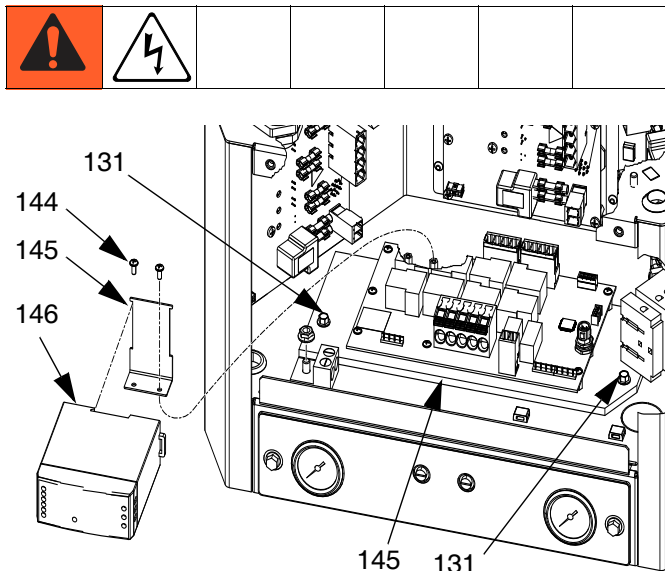

図 49: AWB と電源
3. 電気エンクロージャ (1) に AWB (143) を固定している2つのネジ (131) を取り外し、次に注意してAWBを外して下さい。
4. 電源の側面の留め具タブを外して、電源 (146) を電源ブラケット (145) から外します。図 49 のように設置します。
5. 電源ブラケット (145) を AWB (143) に固定している2本のネジ (144) を取り外し、電源ブラケットを取り外します。図 49 のように設置します。
1. 2本のネジ (144) を使用して電源ブラケット (145) を新しいAWB (143) に固定します。図 49 のように設置します。
2. 電源 (146) を電源ブラケット (145) に載せます。図 49 のように設置します。
3. 電源ハーネス (147) のコネクタ (AWB-J1 のラベル) を、AWB (143) の J1 に接続します。電気回路図、88ページを参照してください。
4. AWB (143) を電気エンクロージャ (1) へ設置する際は、四本のネジ (131) を使用して下さい。図 49 のように設置します。
5. ケーブルをAWB (143) に再接続します。
2. 電気エンクロージャのフロントアクセスドア (10) を取り外します。
3. 電源の側面の留め具タブを外して、電源 (146) を電源ブラケット (145) から外します。図 49 のように設置します。
4. 次の表を参照して、電源 (146) および電源ハーネス (147) 間のネジ端子接続を外します。図 49 のように設置します。
1. 次の表を参照して、電源ハーネス (147) および新しい電源 (146) を接続します。
2. 電源 (146) を電源ブラケット (145) に再度取り付けます。図 49 のように設置します。
3. 電気エンクロージャのフロントアクセスドア (10) を取り付けます。